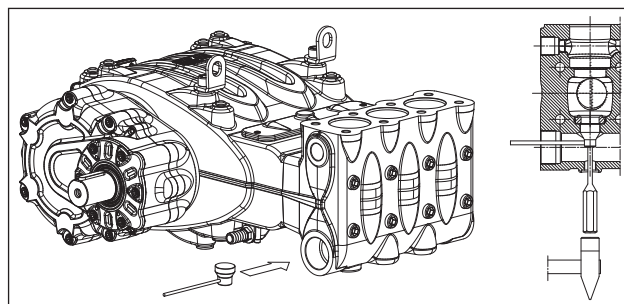

Fig. 108
S'il s'avère difficile d'extraire le groupe soupape d'aspiration (par exemple, à cause de la présence d'incrustations dues à un arrêt prolongé de la pompe), utiliser l'extracteur réf. 27516200 (rep. ①, Fig. 108) et agir comme suit.